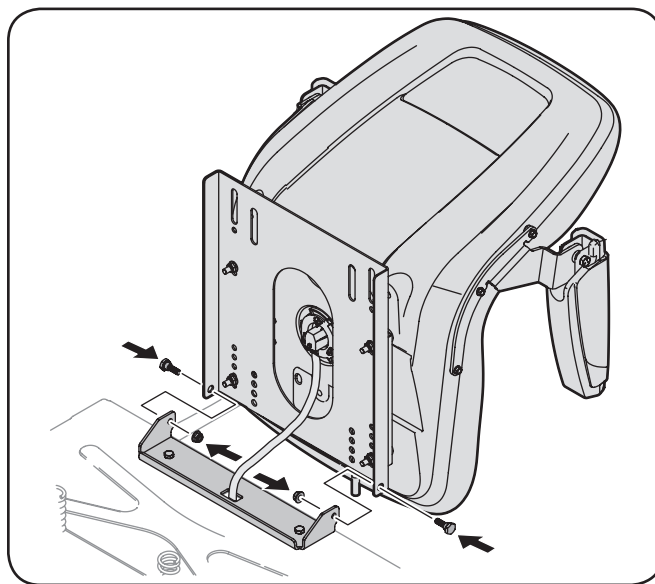

Figure 3-3
3. Faites basculer le siège vers l'arrière en position de conduite et fixez-le avec les boulons et les écrous retirés à l'étape précédente. Prenez garde de ne pas coincer ou endommager le faisceau de câbles pendant que vous installez le siège. Voir Figure 3-3.